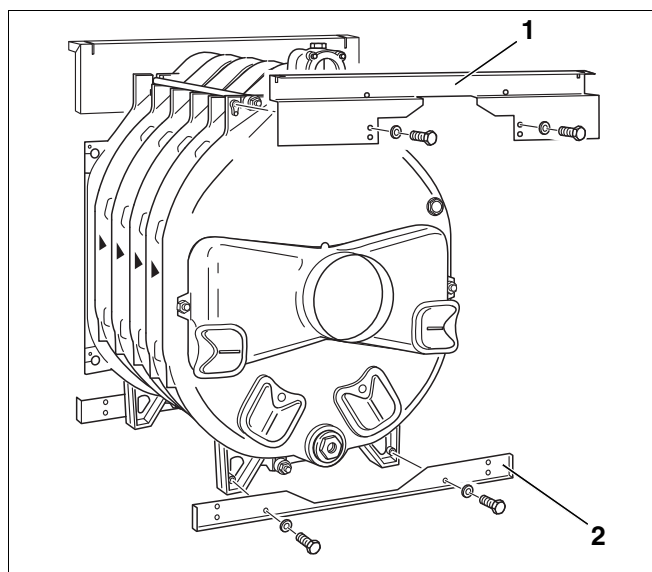

Fig. 31 Montaggio – Traverse posteriori
- ▶ Fissare la traversa posteriore superiore (fig. 31, [1]) sulle camme di ghisa ed avvitare all'elemento posteriore con bulloni (M 8 x 15). La piegatura della traversa superiore deve essere rivolta **verso il davanti**.
- ▶ Avvitare la traversa inferiore (fig. 31, [2]) ai piedi dell'elemento posteriore, con due bulloni (M 8 x 15). La piegatura della traversa deve essere rivolta verso il didietro.